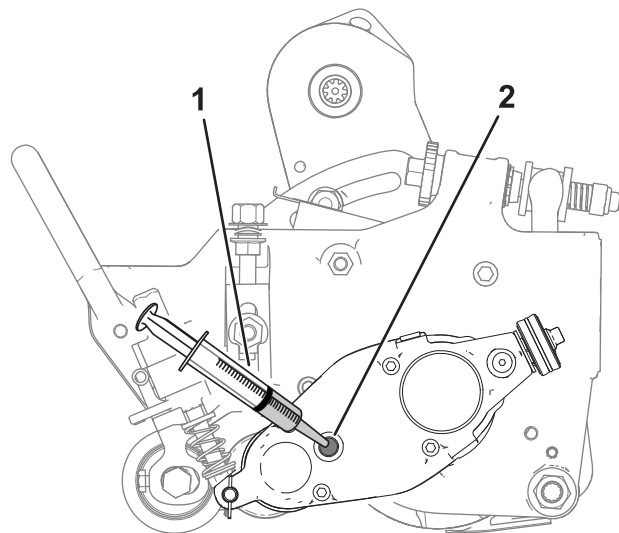

图 24
6. 缓缓前后摇动滚刀组确保油已从外壳中完全排净。如图 24 所示在油完全排净后将滚刀组放到水平面上。
8. 使用注油器零件号 137-0872 向驱动箱注入 50ml 80-90W 机油图 24。